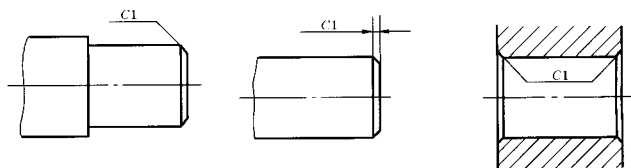
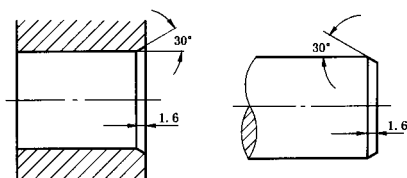

图 31 45° 倒角的注法
图 32 非 45°倒角的注法
5.9 45° 的倒角可按图 31 的形式标注,非 45° 的倒角应按图 32 的形式标注。